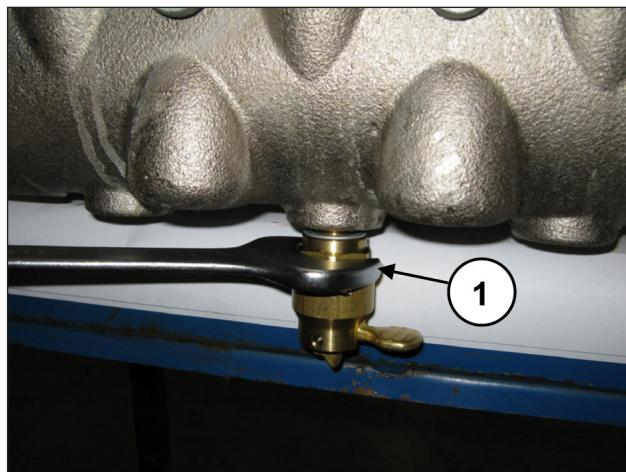

图 105
拧松阀门打开装置, 可使用30毫米的扳手(位置①, 图 105)。